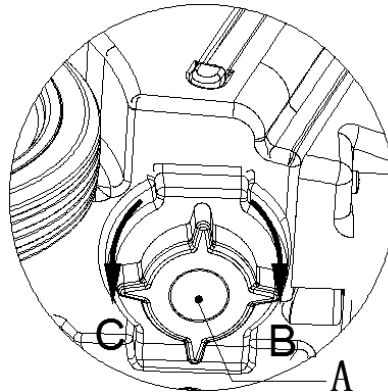

Figura 11
2. Desaparafuse a tampa da saída de água limpa (A, Figura 11) para a esquerda (C, Figura 11) para esvaziar o tanque de solução.